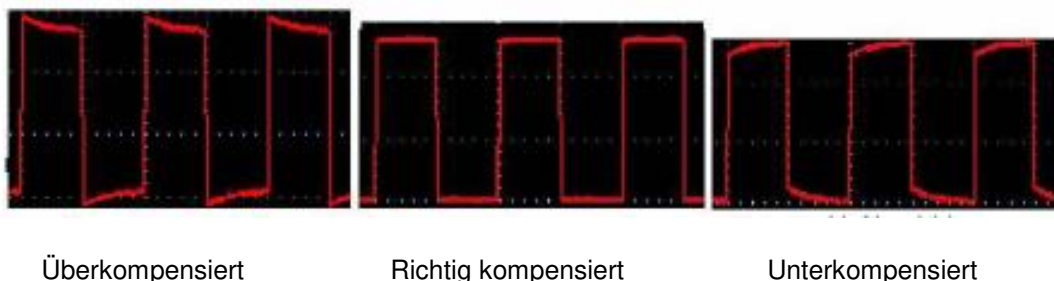

Abb. 8 Wellenformdarstellung der Tastkopfkomensation
2. Prüfen Sie die angezeigten Wellenformen und justieren Sie den Tastkopf, bis eine korrekte Kompensation erreicht ist (siehe **Abb. 8** und **9**).